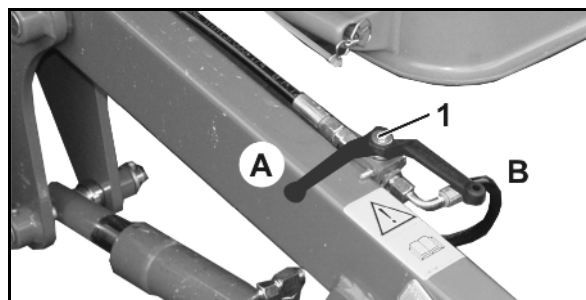

Рис. 105
2. Откройте запорный кран "Высота выравнивателя" (Рис. 105/1) (B).
- Держите шаровой кран (Рис. 105/1) в положении **В**,